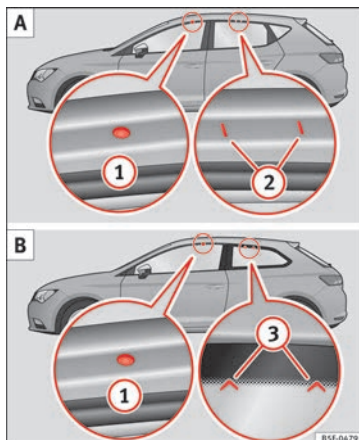

Fig. 138 Leon/Leon SC : points de fixation des barres longitudinales pour la galerie porte-bagages du toit.
Les points de fixation avant et arrière ① et ② peuvent uniquement se voir avec les portes ouvertes » **fig. 138 A.**
Les points de fixation avant ① sont uniquement visibles lorsque les portes sont ouvertes. Les points de fixation arrière ③ sont marqués sur le bord supérieur de la vitre latérale avec les pointes de flèche » fig. 138 B.